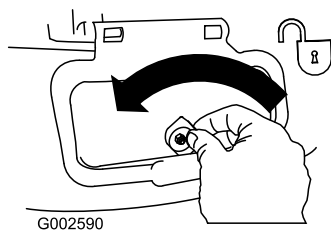

Figure 35
1. Unlock the side discharge door (Figure 35).